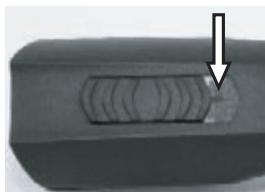

Fig. 4 Bryter i AV-posisjon ("0")
1. Kontroller kontaktene på klippemaskinen (1) og batteriet (2) for fremmedelementer og kontaminasjon.
2. Forviss deg om at bryteren på klippemaskinen er i AV-posisjon ("0") (fig. 4).